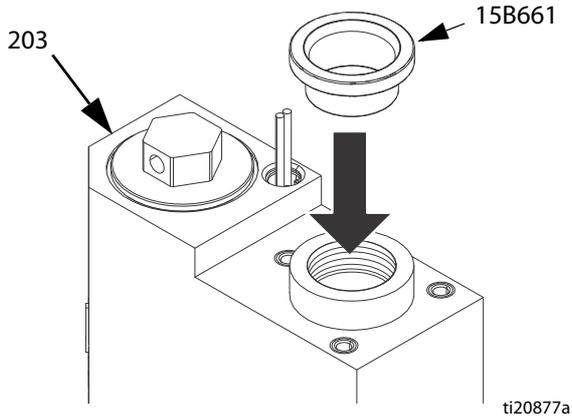

Рис. 25
- a. Установите новое поршневое П-образное уплотнение (225) на поршневой шток (223) кромками к штоку.
- b. Установите поршневой подшипник (226) на поршневой шток (223) желобчатым концом к центру поршневого штока.
- с. Установите поршневой клапан (222) на поршневой шток (223). Затяните с усилием 33–41 Н•м (24–30 футофунтов).
- 2. Для защиты уплотнений от острых резьбовых соединений поместите инструмент для установки уплотнений 15B661 в щелевое отверстие. См. Рис. 25.
- 8. Установите стопорную гайку (235). См. Рис. 25.